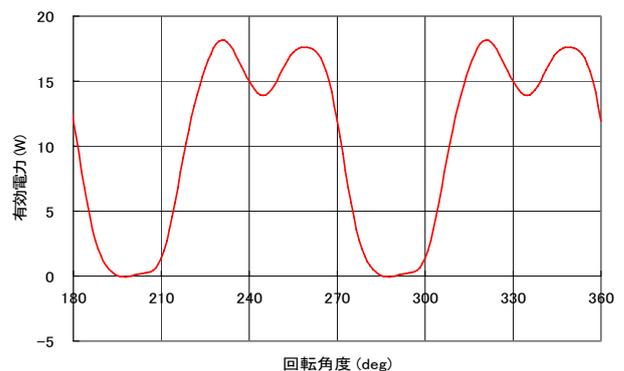
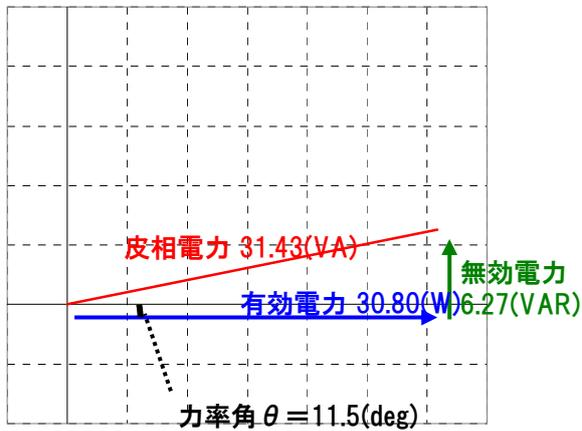

図3 U相有効電力波形
図4 電力のベクトル図
U相の有効電力波形を図3、電力のベクトル図を図4に示します。図3より、U相の平均有効電力が10.28 (W)であることがわかります。三相分の平均有効電力と力率より、このモータの皮相電力、無効電力を求めることができ、図4のようなベクトル図を描くことができます。